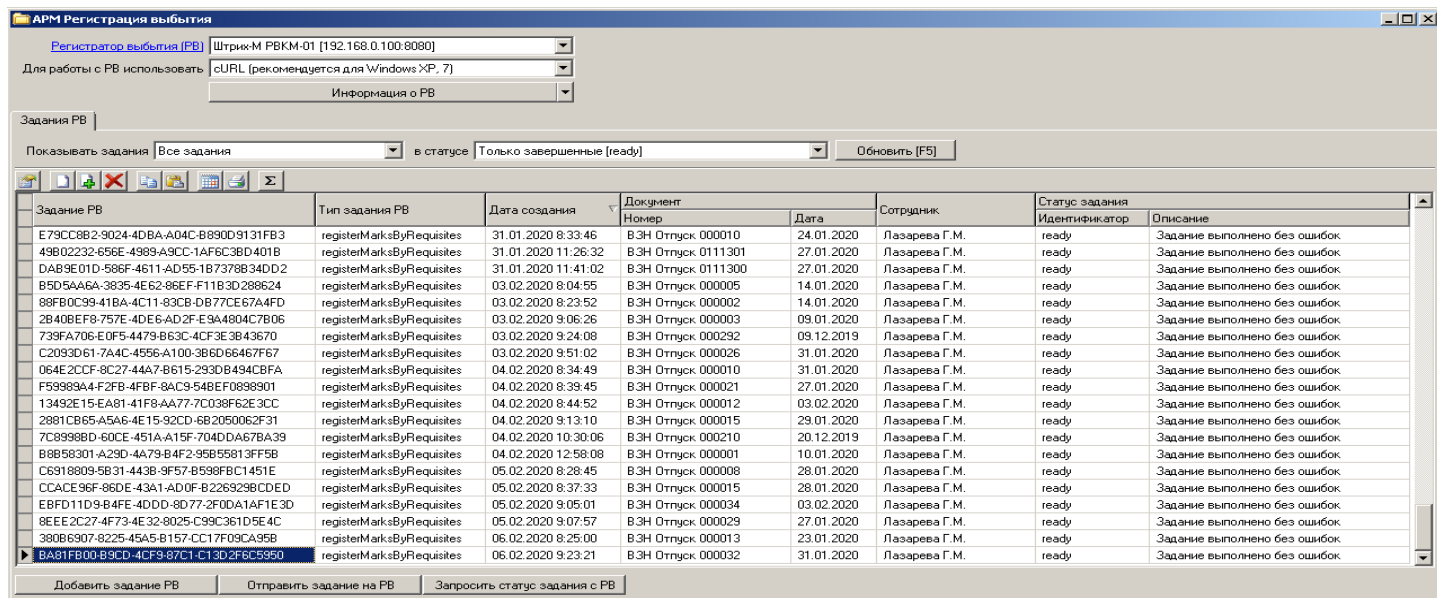

Рис.5
- 7.2. После запуска данной команды откроется модуль «АРМ РВ», показанный на Рис.5. Все рецепты, имеющие SGTIN на закладке «Маркировка» будут автоматически добавляться в данный модуль с состоянием «newTask» - новое задание.